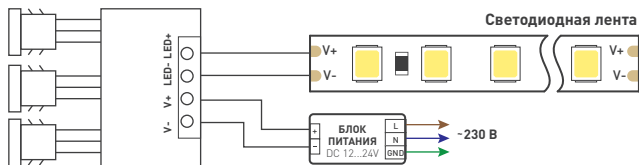

Рисунок 3. Схема подключения датчика SR-PRIME
- 3.3. Соблюдая полярность, подключите светодиодную ленту к выходу датчика (рис. 3).
- 3.4. Соблюдая полярность, подключите источник питания к входу датчика (рис. 3).